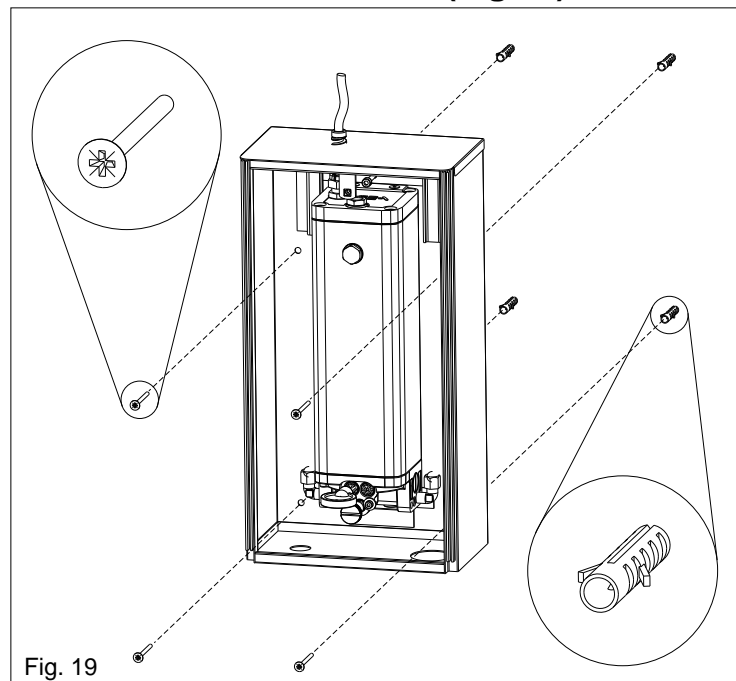

Fig. 19
5. INSTALACIÓN CAJA CENTRAL OLEODINÁMICA A MURO (Fig.19)